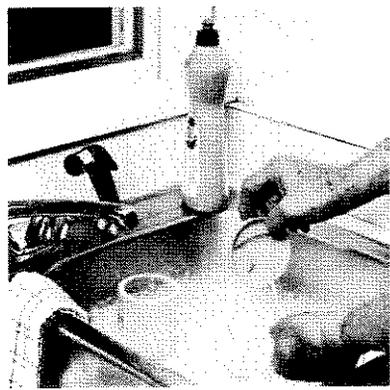
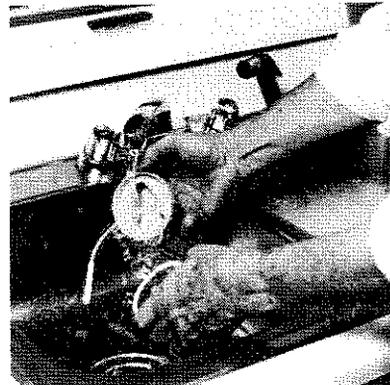

Abb. 13: Reinigung des O₂-Anfeuchters
Abb. 14: Spülen des O₂-Anfeuchters
13. Der O₂-Anfeuchter ist täglich in warmer Seifenlauge oder handelsüblicher Spüllösung zu reinigen (Abb. 13). Anschließend sollten Sie den Anfeuchter mit einem alkoholischen Sprühdessinfektionsmittel desinfizieren. Dies kann auch durch eine Sprühdessinfektion erfolgen. Zum Schluß mit sauberem klarem Wasser ausspülen (Abb. 14). Bitte beachten Sie, daß das sterile Wasser täglich erneuert wird.